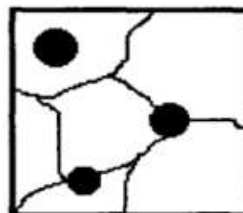

Рис. 43
**№ 110. В поле микроскопа (рис. 43) на фоне равноосных светлых зерен видны шаровидные включения графита. О каком сплаве идет речь?**